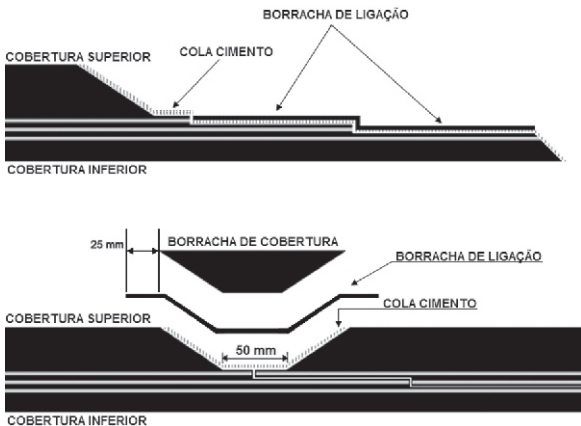

Figura 76
14. Aplicar a borracha de ligação sobre as lonas do *Passo de Acabamento* (ver figura 76).
16. Aplicar a borracha de cobertura, na região de acabamento, para preencher o espaço e formar a “tira de acabamento” (ver figura 76).